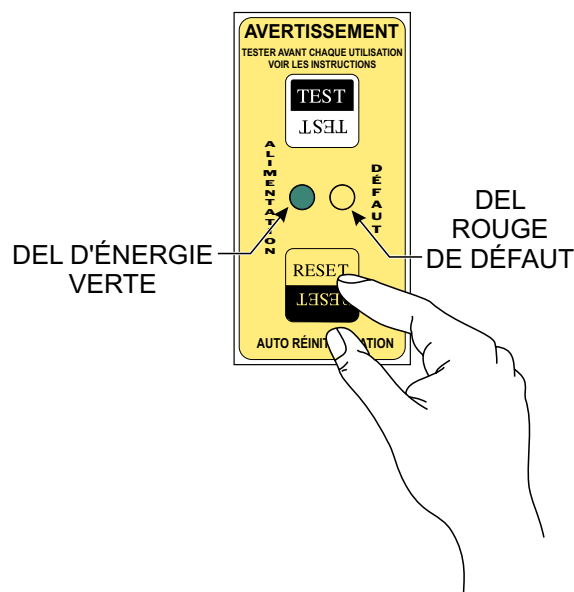

**Figure 71. Module de détection GFCI (voyant vert allumé Réinitialisation)**
- Pour rétablir le courant, appuyer sur le bouton de RÉINITIALISATION (Figure 71) du module GFCI et vérifier que le voyant **rouge** FAULT s'éteint **ARRÊT** et que le voyant vert **DEL D'ÉNERGIE** s'allume (**MARCHE**).